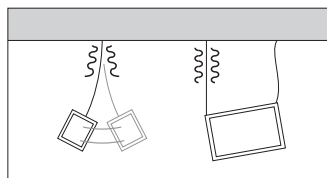

図5
- ・揺れや荷重の不均等により、1箇所ワイヤーや金具に思わぬ負荷が集中する場合があります。許容荷重には余裕を持って製品をご選定、ご使用ください(図5)。